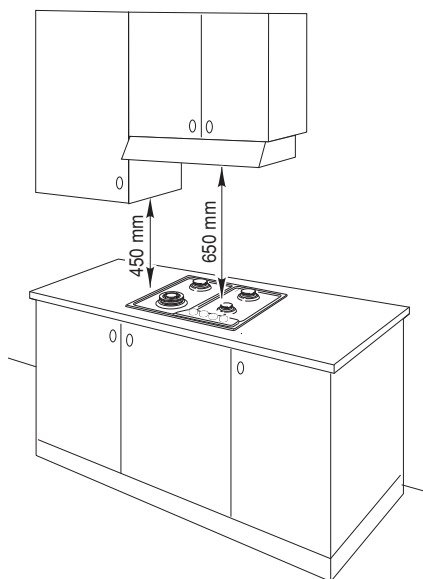

Fig. 4.1
- ✓ allorché sopra il piano di cottura vi sia un pensile o cappa mantenere fra la griglia del piano ed il suddetto pensile o cappa la distanza minima pari a 650 mm (vedi anche fig. 4.1 );